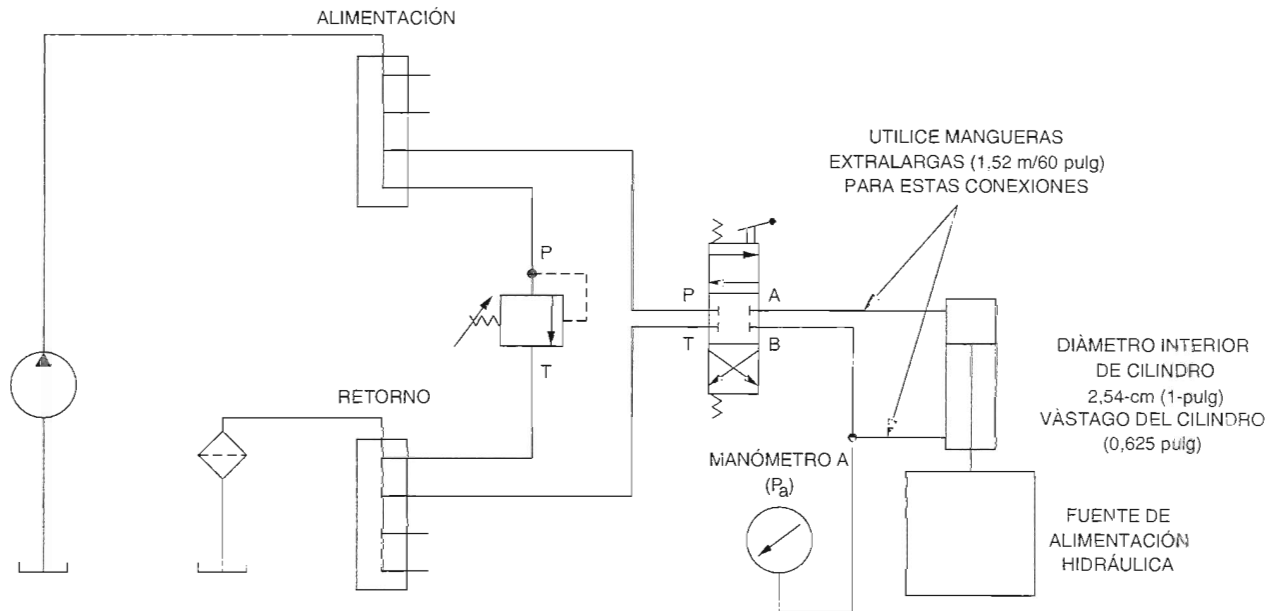

Figura 2-21. Circuito utilizado para elevar la fuente de alimentación hidráulica.
- ☐ 40. Conecte el circuito mostrado en la Figura 2-21.